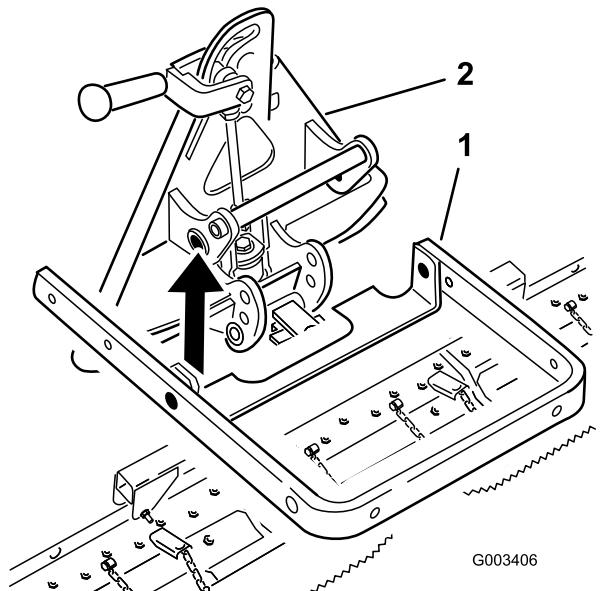
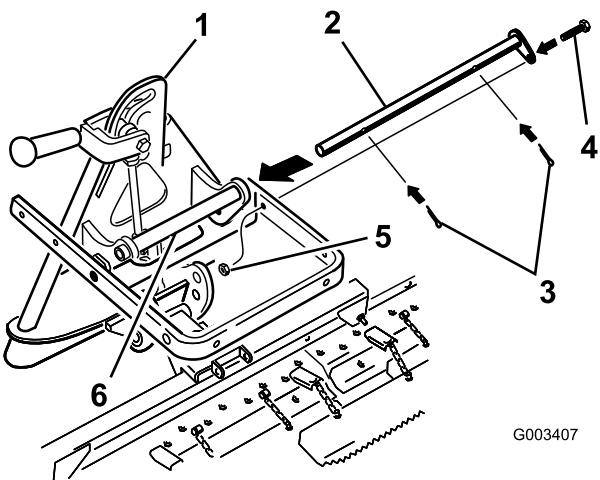

図 4
図 5
2. 昇降アームを、アタッチメント・アダプタのブラケットに整列させ（図 4）、ピボット・バーを使って、図 5 のように接続する。
注 アタッチメント・アダプタを動かす時には、アダプタの後部についているハンドルを使ってください（図 5）。
3. ピボット・バーを、コッター・ピン2本と bolt (3/8 x 1-1/4 インチ) で固定する（図 5）。
アタッチメント・アダプタを動かす時には、必ずアダプタの後部についているハンドルを使うこと（図 5）。